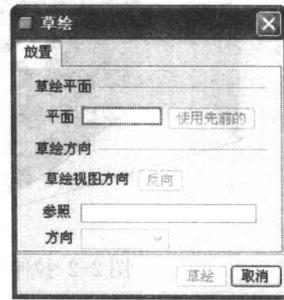
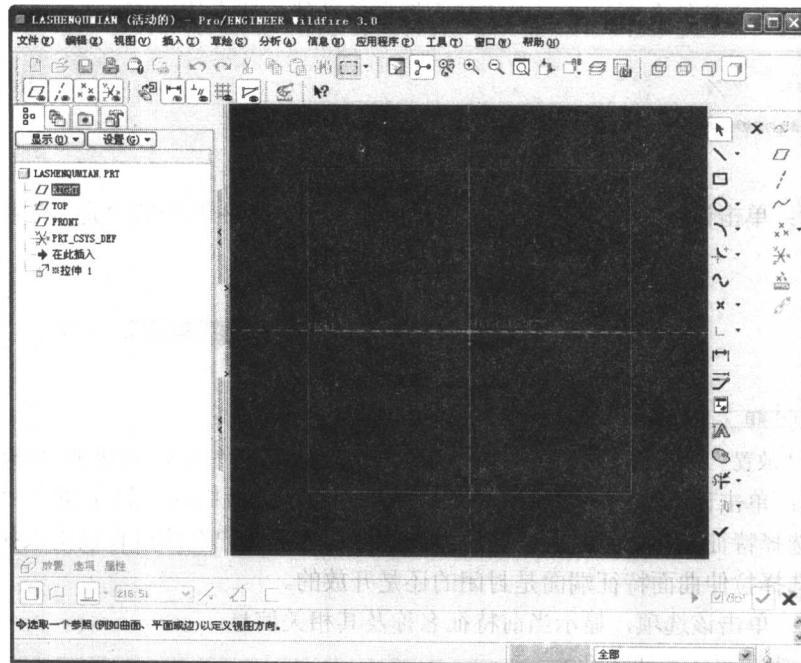

图 2-7 “草绘”对话框
图 2-8 草绘状态界面
(1) 单击系统工具栏的“新建”图标按钮 ，保持默认值，单击“确定”按钮，进入零件设计工作界面。
(2) 单击特征工具栏中的“拉伸工具”按钮 ，使用特征面板中的  按钮，单击“放置”按钮，单击其中的“定义”按钮，以绘制拉伸截面。系统弹出如图 2-7 所示的“草绘”对话框。选择 TOP 面为草绘平面，接收系统默认草绘方向，单击“草绘”按钮，系统进入草绘状态界面。如图 2-8 所示。